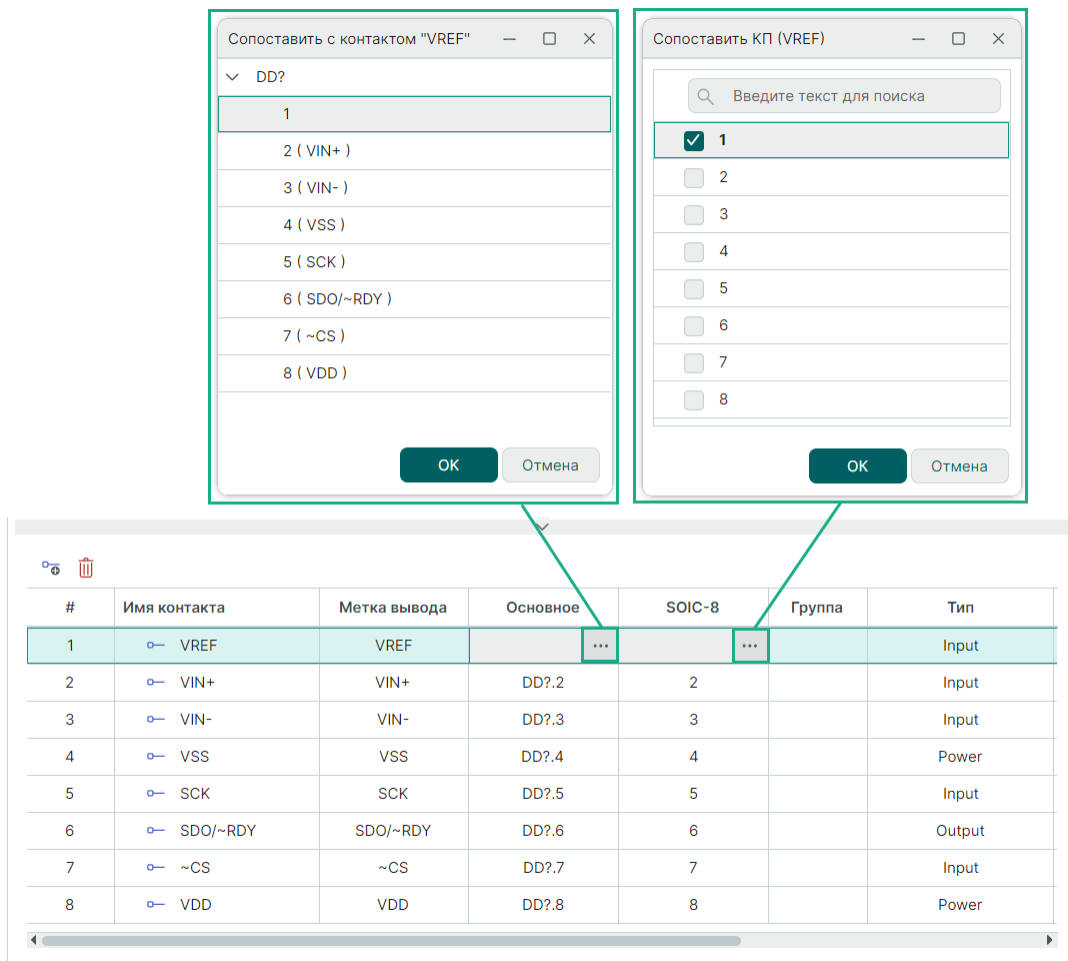

Рис. 268 Выпадающие меню с выводами и КП в таблице контактов для сопоставления
2. В столбце вывода УГО и контактной площадки посадочного места откройте выпадающие меню, выберите номер вывода УГО и номер контактной площадки, см. Рис. 268.